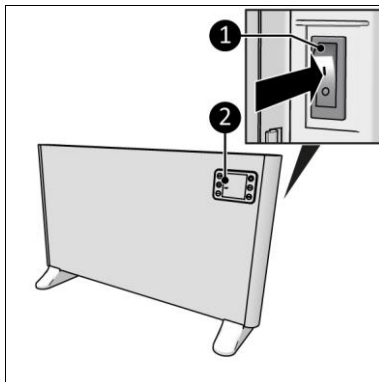

Figura 17
1. Puneți întrerupătorul ON/OFF (PORNIT/OPRIT) în poziția ON (PORNIT) (Figura 17, poz. 1).
2. Afișajul (Figura 17, poz. 2) va afișa OFF (OPRIT).